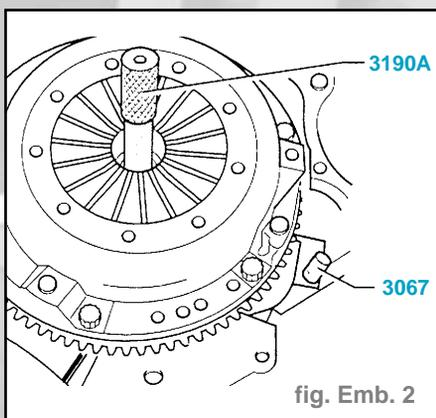

fig. Emb. 2
- Centrer le disque avec l'outil 3190 A (fig. Emb. 2).